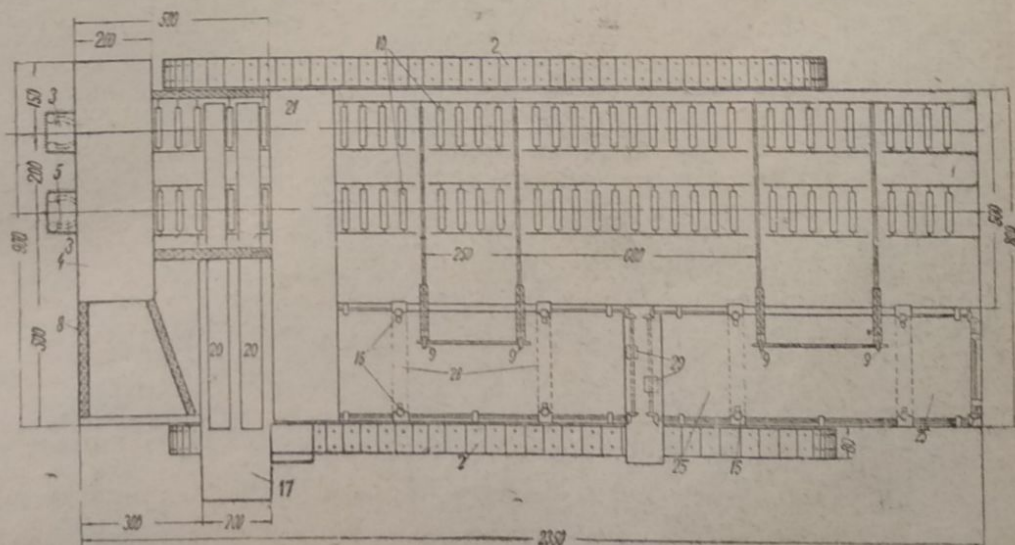

Рис. 2
(рис. 2); они могут перемещаться вдоль фронта запила. Режущая часть механизма—пильная цепь по типу моторных пил.
Роликовый транспортер с живыми роликами (19) (рис. 2) позволяет сортировать раскряжованную древесину на две группы путем подачи ее под тот или другой поперечный цепной элеватор (9) (рис. 2 и 3).
Против каждого поперечного элеватора (9) устроены приемники бревен (25) (рис. 2), куда бревна подаются после сортировки. В приемнике (25) бревна накатываются на поперечные брусья (26), опирающиеся своими концами на кулаки (16).